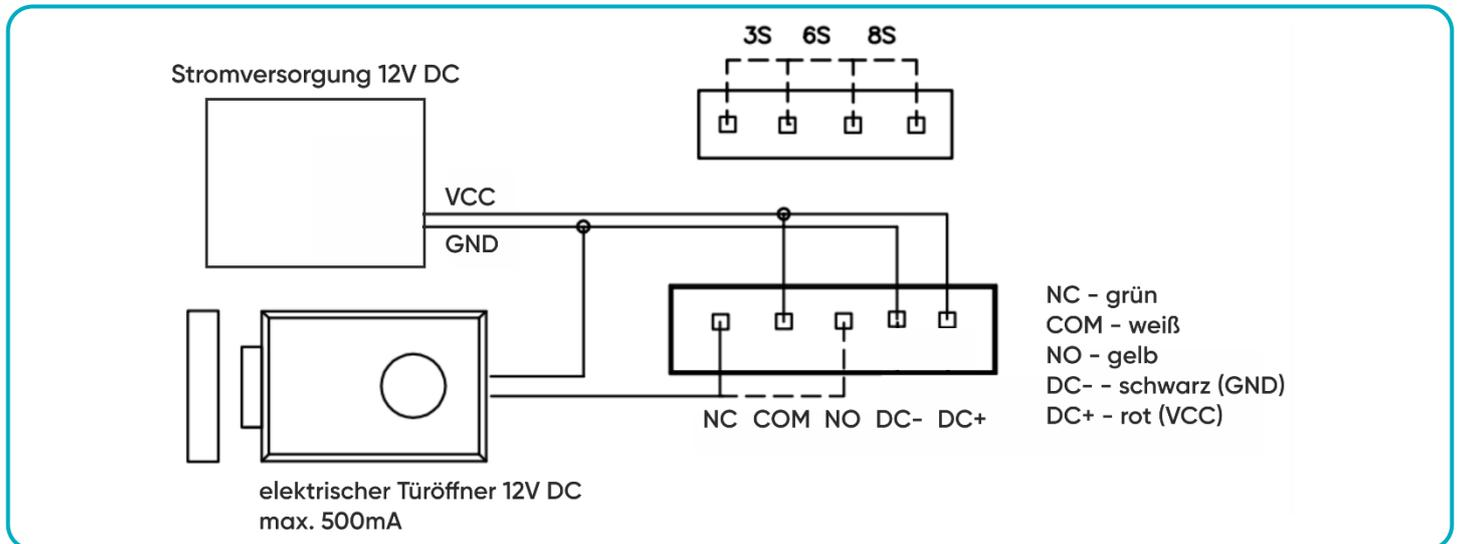

Abb.8 Schaltplan des Steuermoduls mit elektrischem Türöffner
2. Schließen Sie die Stromversorgung und den elektrischen Türöffner gemäß dem Schaltplan an (Abb. 8). Schließen Sie die Stromversorgung an das Steuermodul an (mit der Anschlussklemme auf der Rückseite). Stellen Sie die Öffnungszeit des elektrischen Türöffners mit dem Jumper ein.